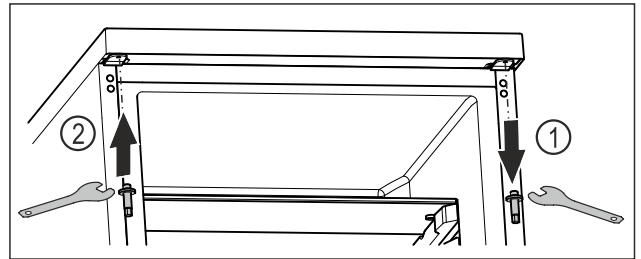

Fig. 14
- ▶ Draai de bovenste bout los met een inbussleutel. Fig. 14 (1)
- ▶ Draai de bout aan de andere kant vast met een inbussleutel. Fig. 14 (2)